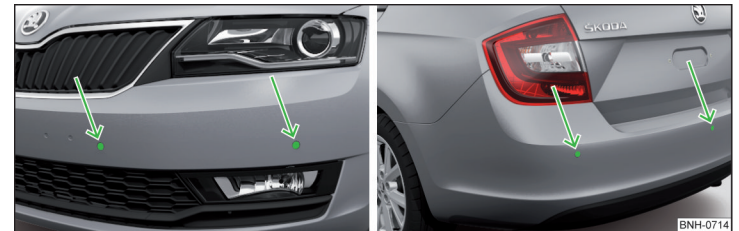

Abb. 193 **Verbautort der Sensoren auf der linken Fahrzeugseite: vorn/hinten**
- Die Systemsensoren » Abb. 193 auf Seite 177 sauber, schnee- sowie eisfrei halten und mit keinerlei Gegenständen abdecken, anderenfalls kann die Systemfunktion eingeschränkt sein.
Das System berechnet mithilfe von Ultraschallwellen den Abstand zwischen dem Stoßfänger und einem Hindernis. Die Ultraschallsensoren befinden sich je nach Fahrzeugausstattung im hinteren bzw. auch im vorderen Stoßfänger » Abb. 193.